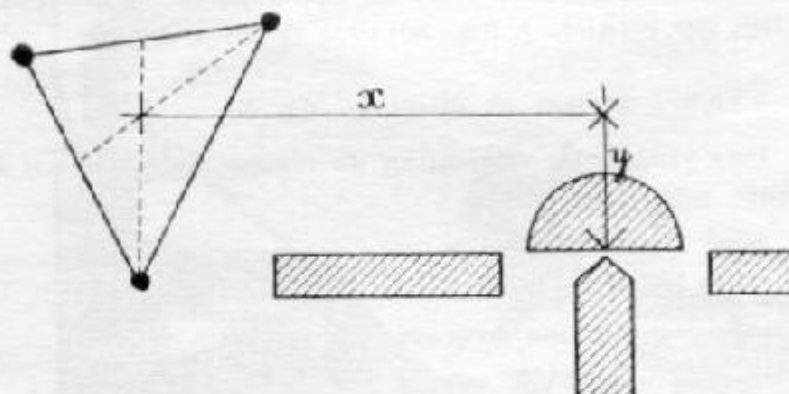

Fig. 8. — Cas concret de réglage.
2.3.2.3. - Cas concret de réglage (fig. 8).